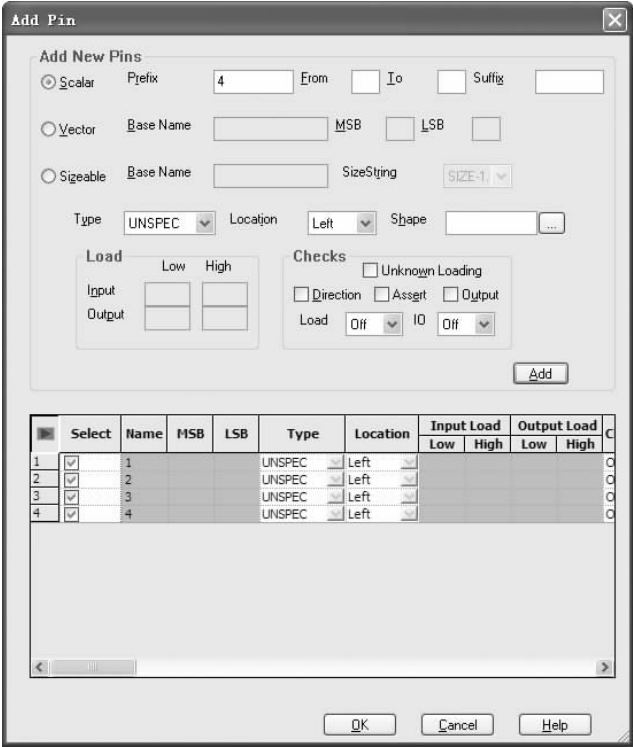

图 2-115 添加完引脚
14. 在“Prefix（前缀）”文本框内输入“2”、“3”、“4”，其他设置不变，单击 **Add** 按钮。添加引脚如图 2-115 所示。